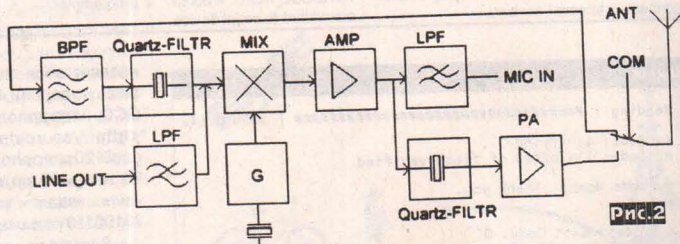

Рис.2
Блок-схема трансивера показана на рис.2. Общие для приёмника и передатчика гетеродин (G), смеситель (MIX) и усилитель (AMP) взяты из состава микросхемы УКВ приёмника